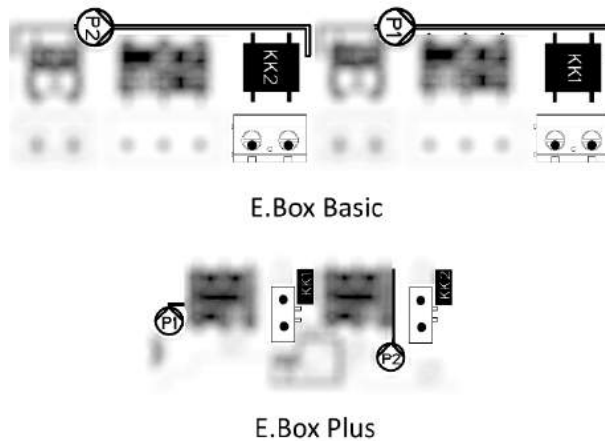

Figure 9 : Entrées protection thermique KK
- **Protection thermique des moteurs** : le dispositif comprend une entrée pour la protection thermique de chaque moteur. Si le moteur utilisée comprend une protection thermique, celle-ci peut être connectée aux bornes KK représentées dans la Figure 9. Si le moteur ne comprend pas cette protection, un pont doit être créé sur les bornes.